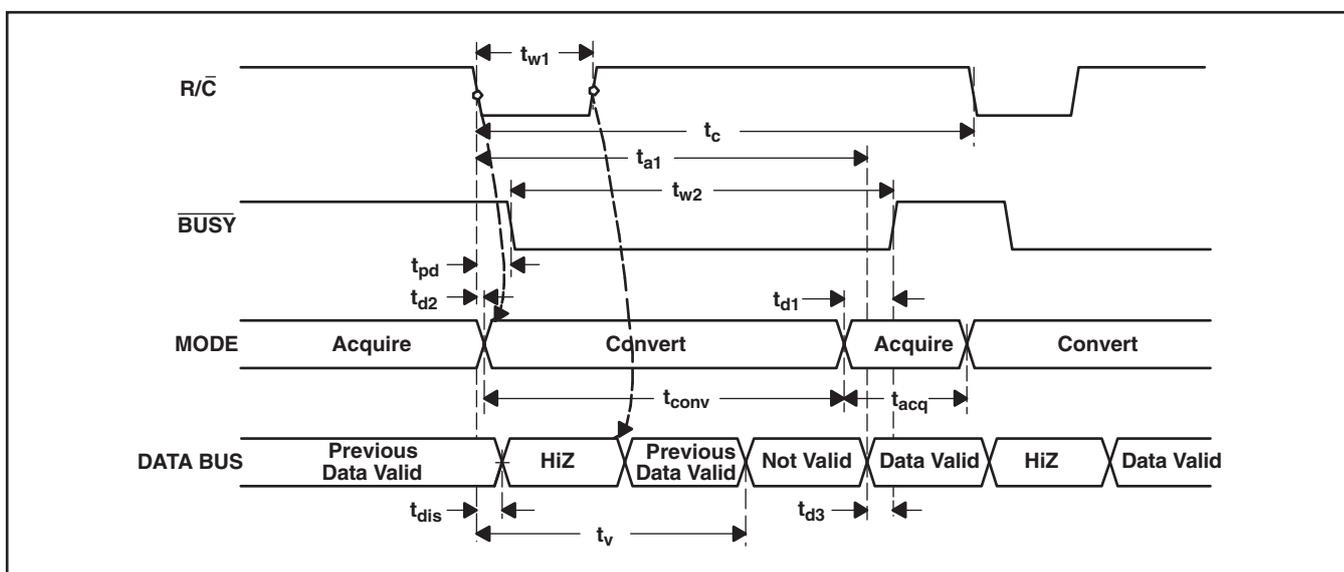
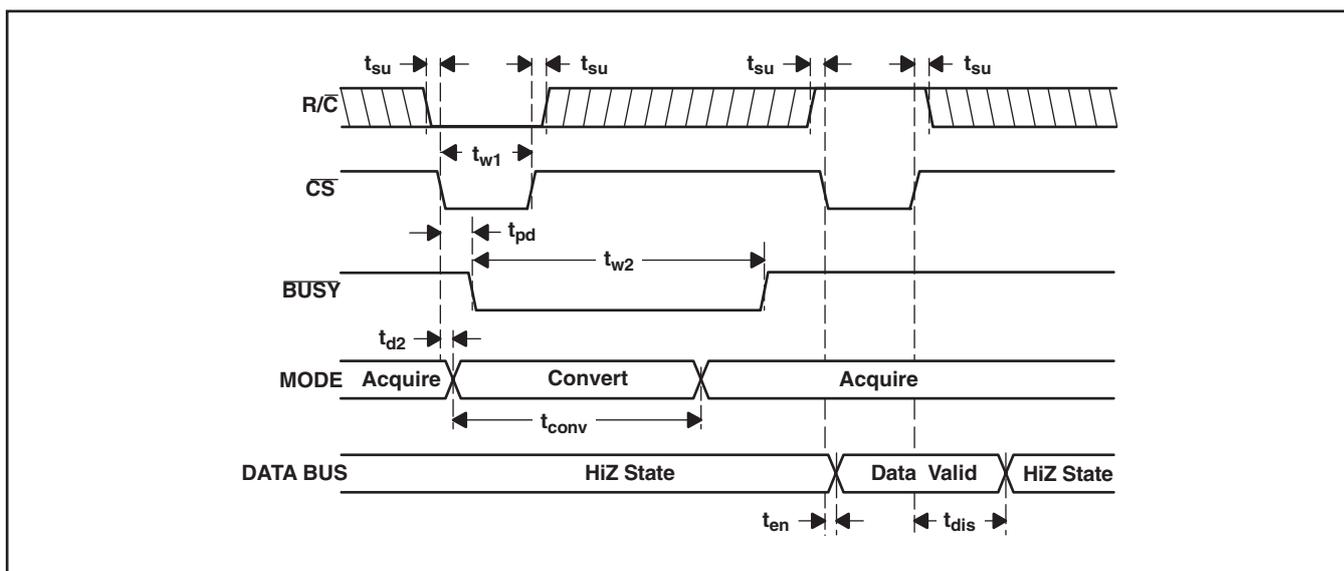
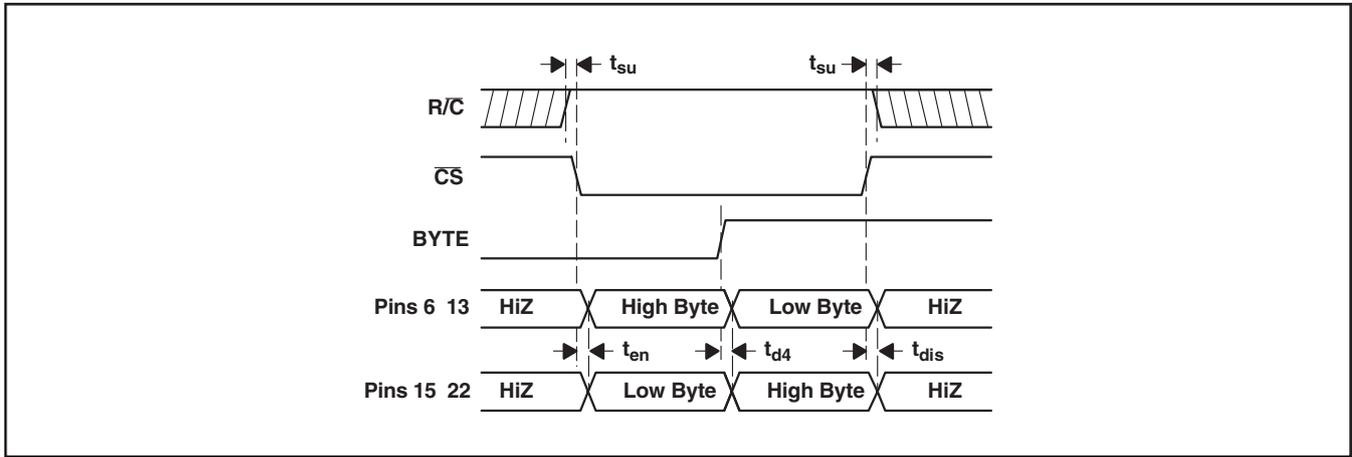

図 21. 変換後の出力イネーブルの変換タイミング (\overline{CS} を“Low”に固定)
図 22. \overline{CS} を使用する場合の変換およびリード制御のタイミング
図 23. データ・バスの制御に \overline{CS} とBYTEを使用
ADS8515は変換の終わりに入力信号のトラッキングを始めるので、変換コマンドの間隔を4μs確保すると、信号の変化に正確に追従したアクイジションとすることができます。CS, R/CおよびBUSYの各状態については表1を、タイミング図は図21、図22、および図23を参照してください。
(1) 変換“n-1”からの有効データに関する制約については、図21および図22を参照。
変換“n”が完了して出力レジスタが更新された後、BUSY (26ピン)が“High”になります。このとき、変換“n”の有効データは、D15~D0 (6~13および15~22ピン)で得られます。BUSYの“High”になるのを利用してデータをラッチすることができます。以上のタイミング仕様については、表3と図21、図22、および図23を参照してください。
変換“n”が開始された後、変換“n-1”の有効なデータを読み取ることができます。このデータは変換“n”の開始から最大 t_v まで有効です。変換“n”の開始の t_v 後からBUSY (26ピン)が“High”になるまでの間、データの読み取りを行なってはいけません。これは、無効データを読み取ることになります。以上のタイミング仕様については、表3と図21、図22、および図23を参照してください。
CSを“Low”に接続しながら、R/Cの立ち下がりエッジを変換開始に使用し、R/Cの立ち上がりコンバータの出力モードのイネーブルに使用すると、制御ラインの数を低減することができます。これについては図21をご覧ください。